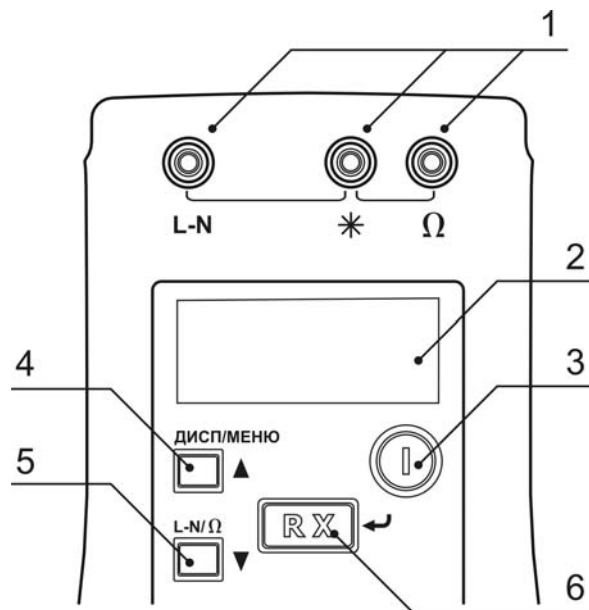
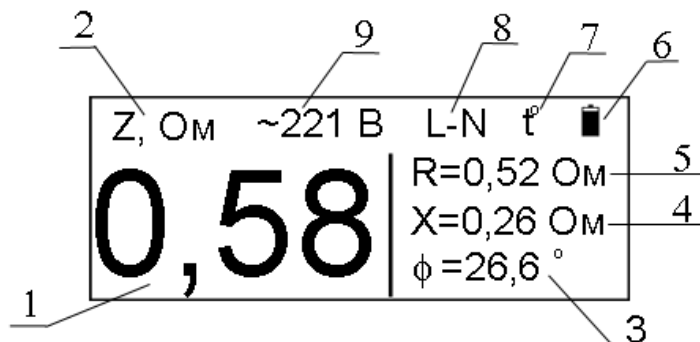
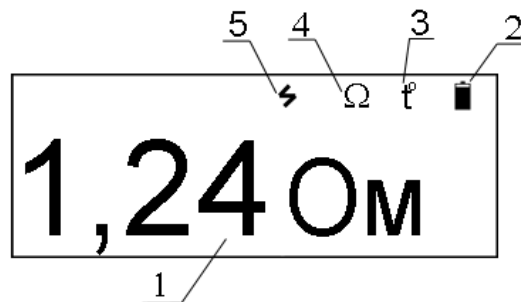
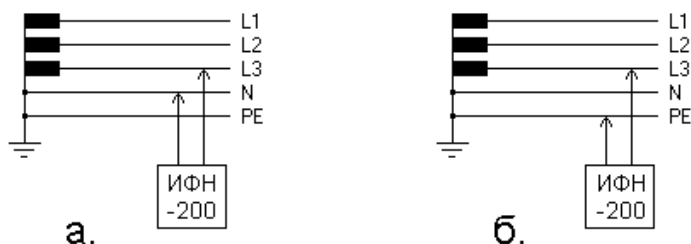

Рисунок 1.4.2 – Передняя панель
Рисунок 1.4.3 – Вид индикатора в режиме «фаза-нуль». Режим дисплея – полный.
Рисунок 1.4.5 – Вид индикатора в режиме «Омметр».
Рисунок 2.3.1
Включение и выключение прибора осуществляется нажатием кнопки «**ⓘ**» (см. рисунок 1.4.2 позиция 3). После включения прибор производит восстановление режима работы и настроек, активных на момент последнего выключения.
Степень заряженности аккумулятора отображается на индикаторе условным символом в виде батарейки и определяется по величине её зачернённости (см. рисунок 1.4.3 символ б). Символ «» соответствует полностью заряженной батарее, «» - разряженной.
Выбор режима «фаза-нуль» (измерение параметров петли «фаза-нуль») осуществляется нажатием кнопки «L-N/Ω/▼». При этом на индикаторе прибора отображается символ «L-N» (см. рисунок 1.4.3, символ 8).
Кабели измерительные должны быть соединены с прибором через гнезда «*» и «L-N» (см. рисунок 1.4.2). Свободные концы кабелей измерительных подключаются к исследуемой цепи «фаза-нуль» (см. рисунок 2.3.1.а, 2.3.1.б), параметры которой подлежат определению. При этом на индикаторе прибора индицируется действующее напряжение петли «фаза-нуль» (U) (см. рисунок 1.4.3, символ 9).
Для проведения измерения следует нажать кнопку «Rx/↵» (см. рисунок 1.4.2). При этом прибор производит проверку целостности цепи петли «фаза-нуль» малым током, не допуская работу с цепями сопротивлением более 1 кОм (о чем свидетельствует сообщение «Цепь повреждена!» на индикаторе прибора), после чего производит измерение. сообщение «Цепь повреждена!» на индикаторе прибора), после чего производит измерение.
В приборе имеется защита от перегрева измерительного резистора 10 Ом. Если его температура превысила верхний допустимый порог, на индикаторе высвечивается мигающий символ (см. рисунок 1.4.3 символ 7) и следующее измерение может быть произведено только после снижения его температуры до рабочей (исчезнет символ 7, рисунок 1.4.3).
Выбор режима «омметр» (измерение сопротивления постоянному току) осуществляется нажатием кнопки «L-N/Ω/▼». При этом на индикаторе прибора отображается символ «Ω» (см. рисунок 1.4.5, символ 4).
Кабели измерительные должны быть соединены с прибором через гнезда «*» и «Ω» (см. рисунок 1.4.2). Свободные концы кабелей измерительных подключаются к цепи, сопротивление которой подлежит измерению. Если на этом участке цепи присутствует напряжение амплитудой более 0,5 В, измерение не может быть произведено, о чем сигнализирует соответствующий символ (см. рисунок 1.4.5 символ 5).
Для проведения измерения следует нажать кнопку «Rx/↵» (см. рисунок 1.4.2). Результат измерения, с учетом сопротивления кабелей измерительных, индицируется на индикаторе (см. рисунок 1.4.5 символ 1).